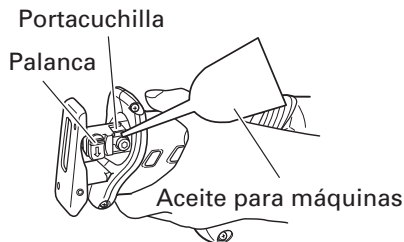

Fig. 9
- (2) Tal como se muestra en la Fig. 9, lubrique periódicamente alrededor del sujetador de la hoja con lubricante para cuchillas.